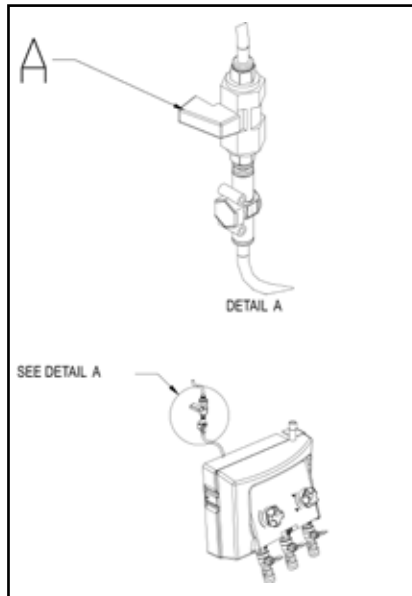

Fig. 7
1. Sicherstellen, dass der Wasser- und Luftergang offen ist. Betr. Luft siehe A, Fig.7)
3. Die Luftzufuhr stoppen (siehe A, Fig.7). Bei zentraler Chemieversorgung muss dies immer aktiviert sein.